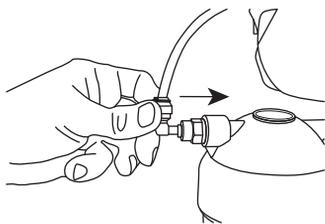

Рис. 25
5.9.3. Вставить угловой фитинг, установленный на трубке входа воды на четырехходовой клапан, в муфту выхода воды после предочистки (рис. 25).